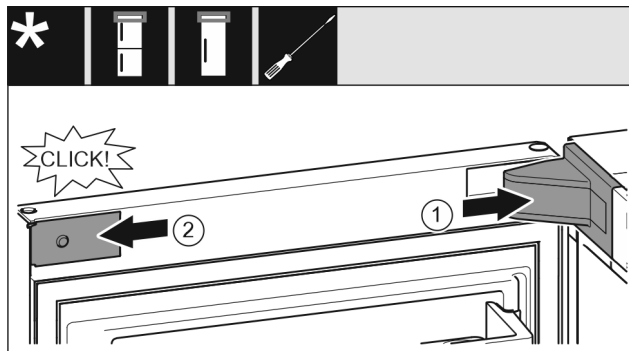

Fig. 24
- Поставете и фиксирайте капача на лагерната стойка Fig. 24 (1), при нужда внимателно го натиснете настрани.
- Поставете странично капачката Fig. 24 (2) и я фиксирайте.